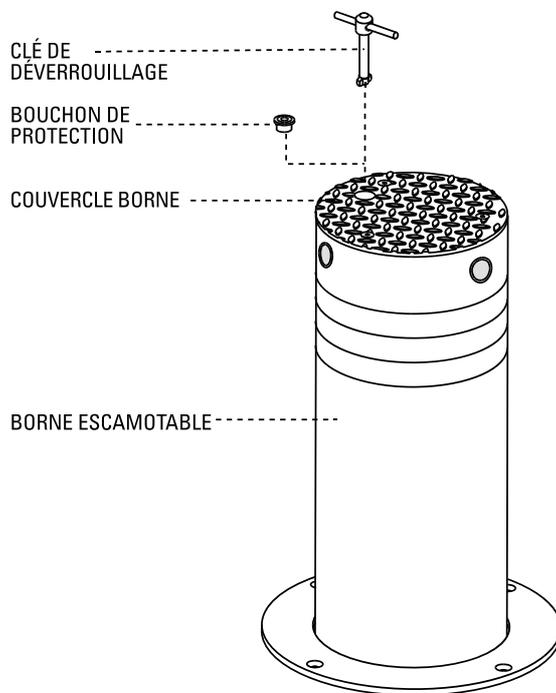

FIG. 6 ◀
- 1 - Avec une clé hexagonale dévissez le **bouchon de protection** placé dans le **couvercle de la borne** (Fig. 6)